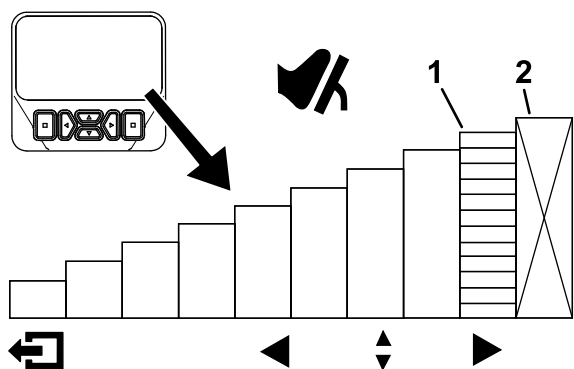
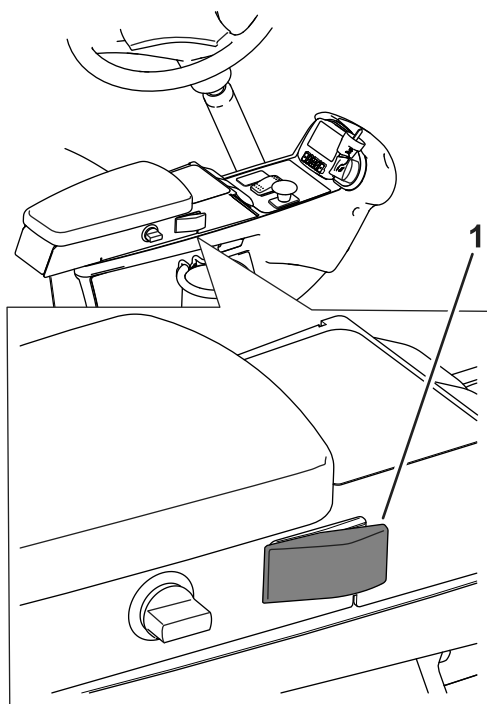
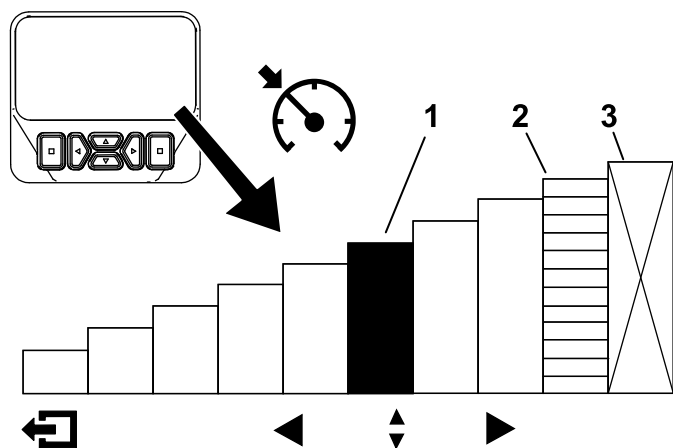

Bild 31
Bild 33
Bild 34
Um auf diese Funktion zuzugreifen, drücken Sie im Hauptmenü auf dem InfoCenter die Navigationstaste nach oben oder unten (Bild 31).
Nachdem der Tempomatschalter aktiviert und die Geschwindigkeit eingestellt wurde (Bild 33), verwenden Sie das InfoCenter, um die Geschwindigkeitseinstellung des Tempomaten anzupassen (Bild 31 und Bild 34).
1. Aktivieren Sie den Schalter des Tempomats in der Konsole (Bild 33).
2. Verwenden Sie das InfoCenter Display, um die Geschwindigkeitseinstellung des Tempomats anzupassen (Bild 34).